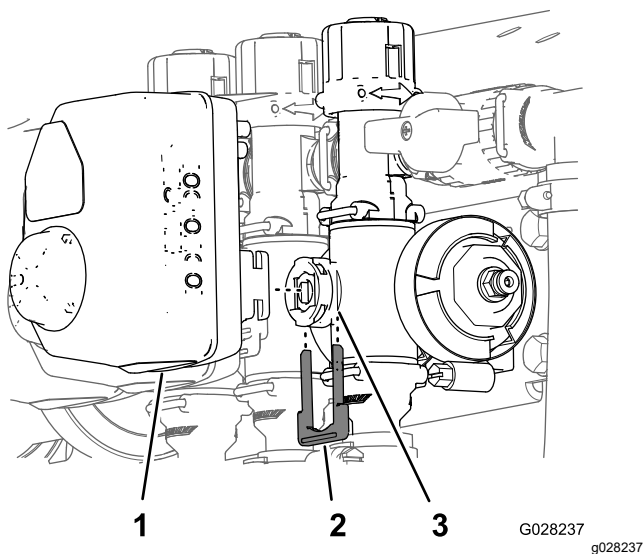

Рисунок 66
3. Снимите держатель, который крепит привод к коллекторному клапану управления интенсивностью, перемешивания, главному клапану секций или клапану секции (Рисунок 66).